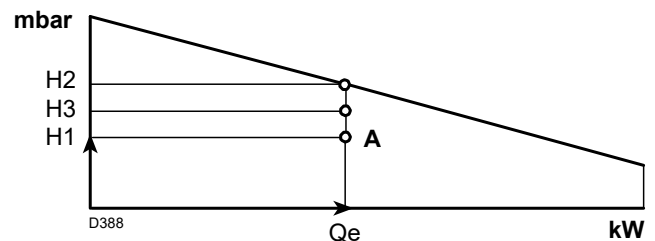

Fig. 40
point A qui doit rester dans les limites de la plage de puissance (Fig. 40).
- 4 - Tracer une verticale à partir du point A, Fig. 40, et trouver la pression maximale H2 de la plage de puissance.
Si H3 est supérieure à H1, comme dans la Fig. 40, le brûleur peut fournir le débit demandé.